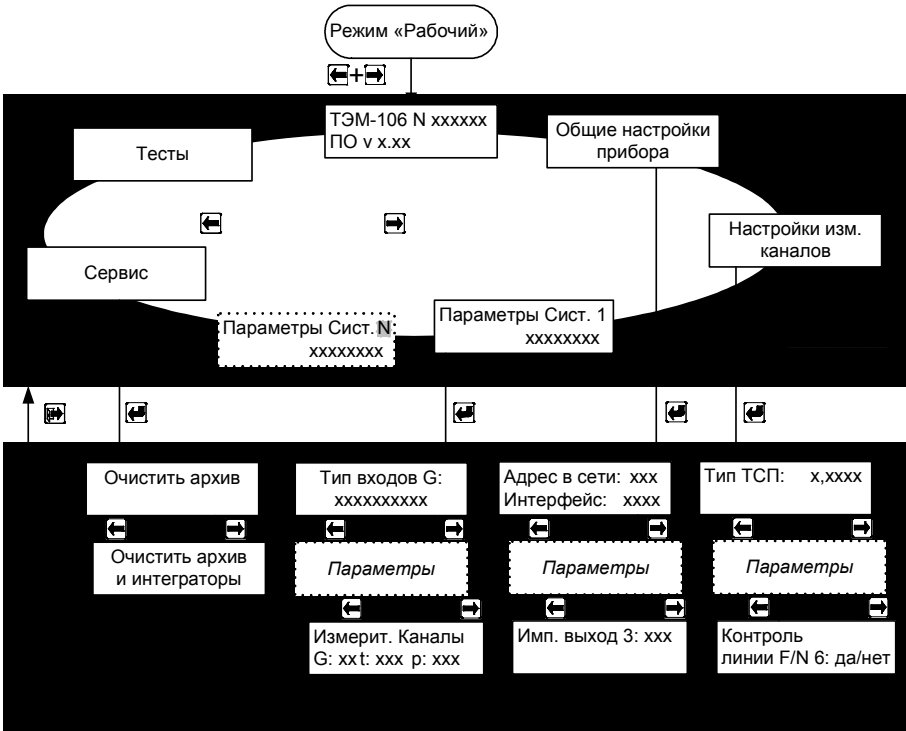

Рис. 7.2
7.3.1 Для входа в режим работы теплосчетчика «Настройки» необходимо, находясь в любом меню режима «Рабочий», **одновременно нажать кнопки «влево» и «вправо»**. Порядок перехода между окнами в режиме «Настройки» изображён на рис. 7.2.